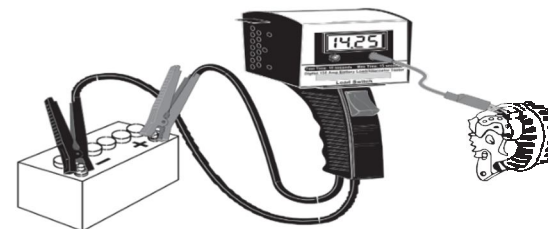

Figura 7 Configuração do teste do alternador
1. Como mostrado na Figura 7, conecte as garras do testador aos bornes da bateria do veículo: vermelho para o positivo (+) e preto para negativo (-). Também conecte o cabo de teste no testador e no terminal positivo no alternador. Em alternadores GM, conecte o cabo de teste no terminal N°1, sem desconectar o plugue.